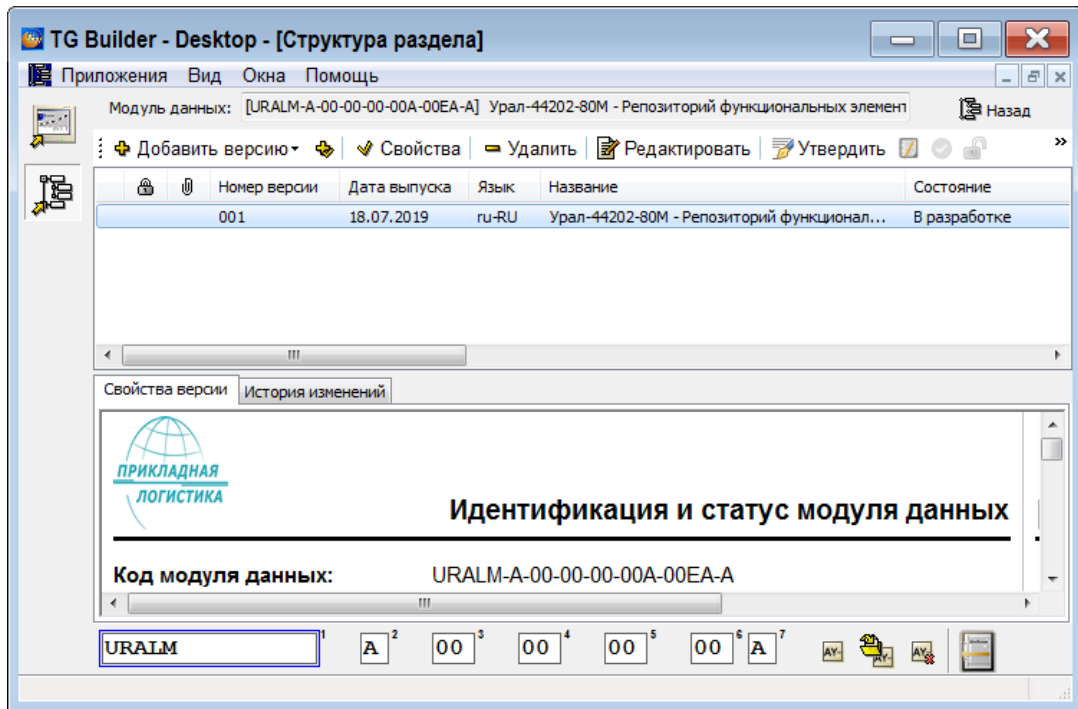

Рисунок 695
1) Щелкните два раза левой кнопкой мыши по прямоугольнику МД. При этом откроется редактор версий модуля данных (рисунок 695).